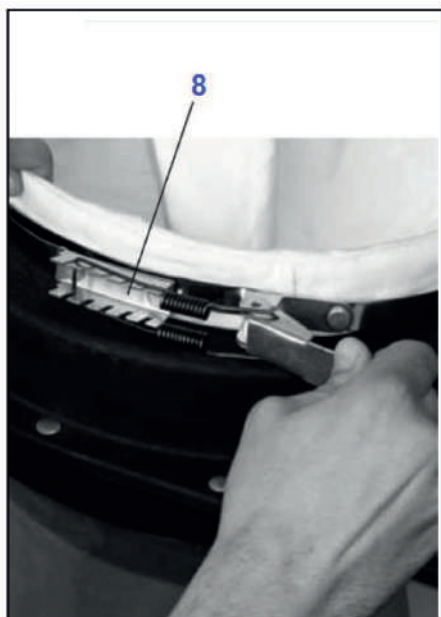
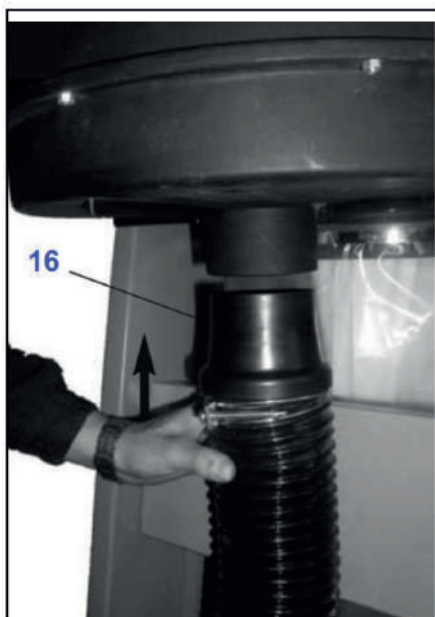

Рис. 2
Рис. 3
2. Вставьте стойку пылеулавливающего фильтра (6) в отверстие на корпусе так, чтобы крючок стойки находился над отверстием пылеулавливающего фильтра.
3. Надёжно закрепите мешок для сбора опилок (11) на нижней стороне отверстия с помощью быстрозажимного хомута (10).
4. Закрепите с помощью хомута (8) пылеулавливающий фильтр (7) на верхней стороне отверстия (рис. 2).
5. Подвесьте фильтр на крючок стойки (6).
6. Подсоедините вытяжной шланг к адаптеру (16) и вставьте его в отверстие на корпусе устройства (рис. 3).